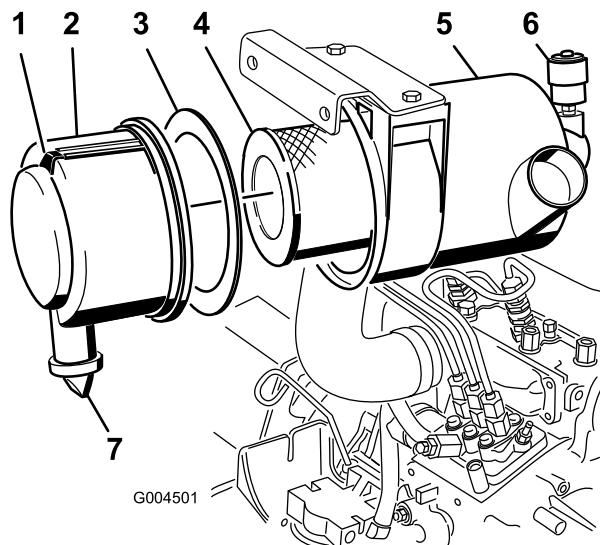

Figure 45
- Faites l'entretien du filtre à air quand l'indicateur de colmatage (Figure 45) est rouge ou toutes les 400 heures (plus fréquemment si vous travaillez dans une atmosphère extrêmement poussiéreuse ou sale). N'effectuez pas l'entretien du filtre à air trop souvent.
- Tirez le verrou vers l'extérieur et tournez le couvercle du filtre à air dans le sens anti-horaire (Figure 45).
- Déposez le couvercle du corps du filtre à air (Figure 45).
- Déposez et remplacez l'élément principal (Figure 45).
- Vérifiez que le joint en mousse est en place dans le couvercle et qu'il n'est pas déchiré ou endommagé (Figure 45). Remplacez-le s'il est endommagé.
A. Retirez la valve de sortie en caoutchouc du couvercle (Figure 45).
- Réarmez l'indicateur de colmatage (Figure 45) s'il est rouge.